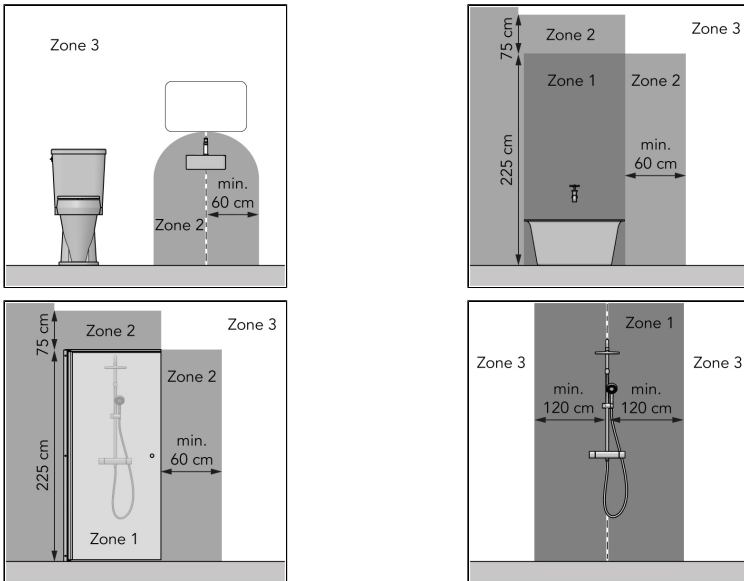

Abbildung 35.
- in Zone 3 eines Toilettenraums oder Badezimmers mit Badewanne, Dusche mit Abschirmung und Dusche ohne Abschirmung, siehe Abbildung 35;
Die Alutherm Sani Verre Wi-Fi ist eine einfach zu bedienende elektrische Badezimmerheizung für den Einsatz in Zone 3 des Badezimmers (Abbildung 35). Das Gerät kann auf einen Tag- und einen Wochen-Timer programmiert werden. Die Alutherm Sani Verre Wi-Fi kann mit der Eurom Smart App genutzt werden. Dieses Gerät dient ausschließlich der Beheizung von Wohnräumen und darf nicht für andere Zwecke verwendet werden. Das Gerät ist ausschließlich zur Wandmontage geeignet.